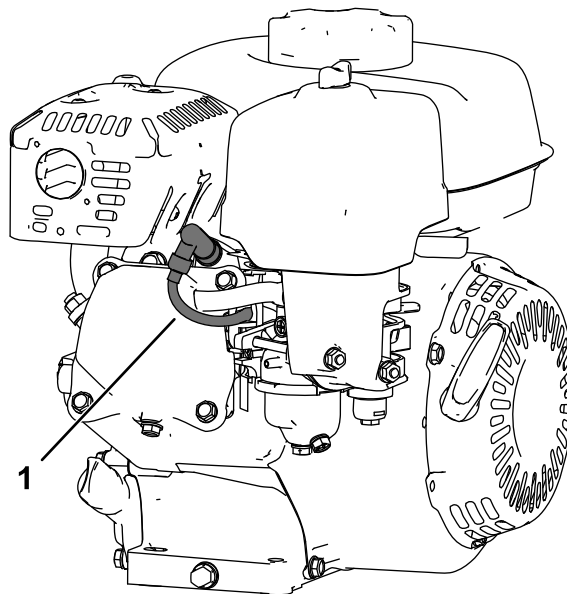

Figura 29
5. Scollegate il cappello della candela (Figura 29).